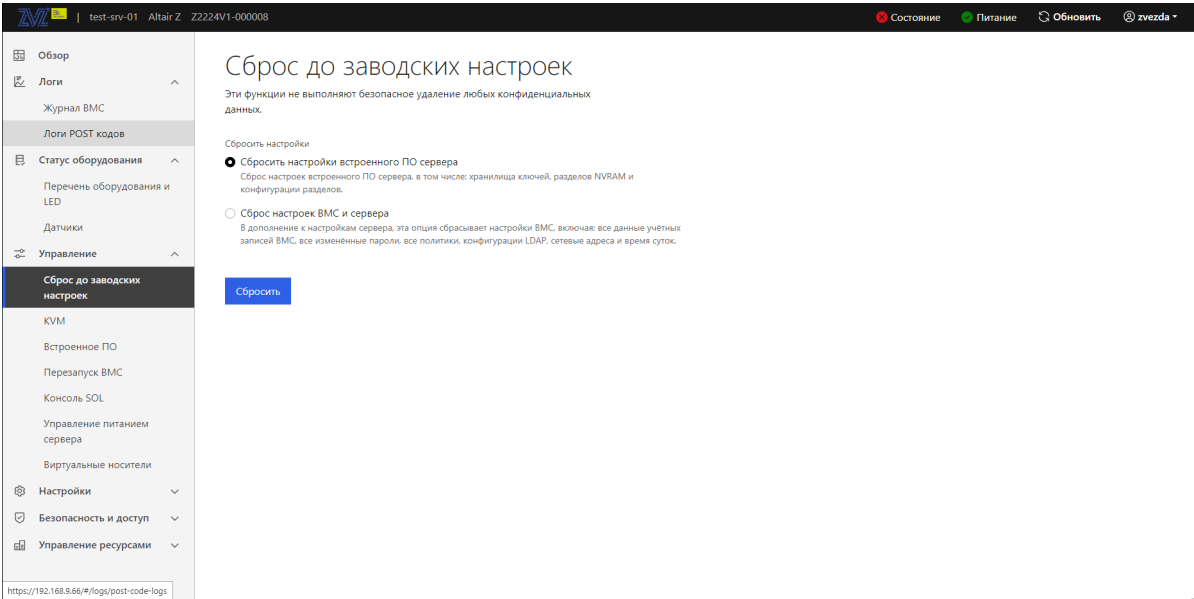

Рис. 91. Окно «Сброс до заводских настроек»
- 2) Пройдите во вкладку «Управление» → «Сброс до заводских настроек» в данной вкладке осуществляется сброс настроек сервера до заводского состояния. В поле «Сбросить настройки» выберите сброс тех настроек которые вы хотите произвести (сброс настроек встроенного ПО сервера либо сброс настроек BMC и сервера) и нажмите кнопку «Сбросить». Окно показано на рис. 91 Окно «Сброс до заводских настроек»